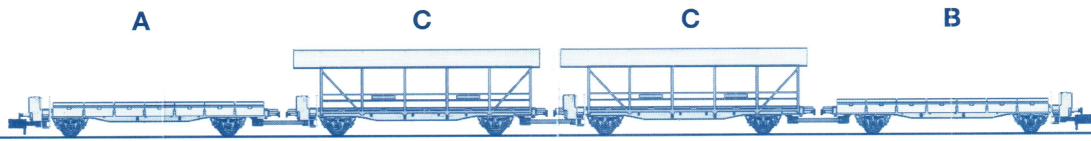

Bild 1 / Dessin 1
Ein kompletter Zugverband besteht aus mindestens einen Auffahrwagen (A) vorne und einen Auffahrwagen (B) am anderen Ende des Zuges. Wobei diese Wagen immer mit der Bremserplattform zum jeweiligen Zugende eingereiht waren. Sehen Sie dazu **Bild 1**. Die Wagen dazwischen waren immer mit Dach (C) zum Schutz der Kraftfahrzeuge. Auch waren alle diese Wagen immer mit dem Bremserende in eine Richtung eingereiht, auch zu sehen in **Bild 1**.
*Une rame est au moins composée d'un wagon d'accès sans toit à l'avant (A) et d'un à l'arrière (B). La plateforme de frein se situe toujours à l'extrémité du convoi. Voir le **dessin 1**. Les wagons intermédiaires (C) étaient toujours équipés d'un toit pour la protection des véhicules. Les plateformes de frein étaient toujours placées dans le même sens. Voir également **dessin 1**.*